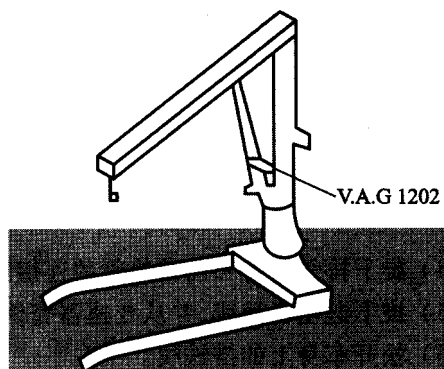

图 1-10 发动机吊车
30) 使用发动机吊车 V. A. G1202(图 1-10)和发动机吊架 2024A 吊住发动机的吊耳。